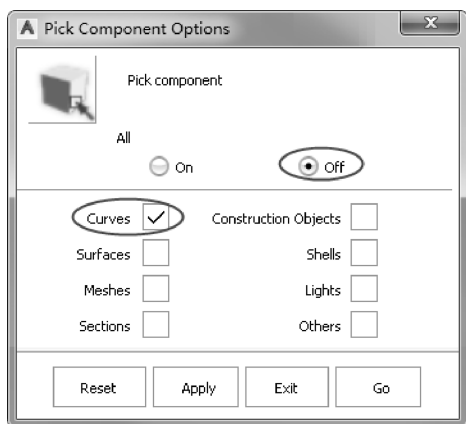

图 3-83 选择对象参数设置
- 36 在【Palette】(工具箱)的【Pick】工具标签中,双击【Comp】图标,打开【Pick Component Options】对话框。取消勾选除【Curves】之外的所有复选框。单击对话框底部的【Go】按钮,如图 3-83 所示。